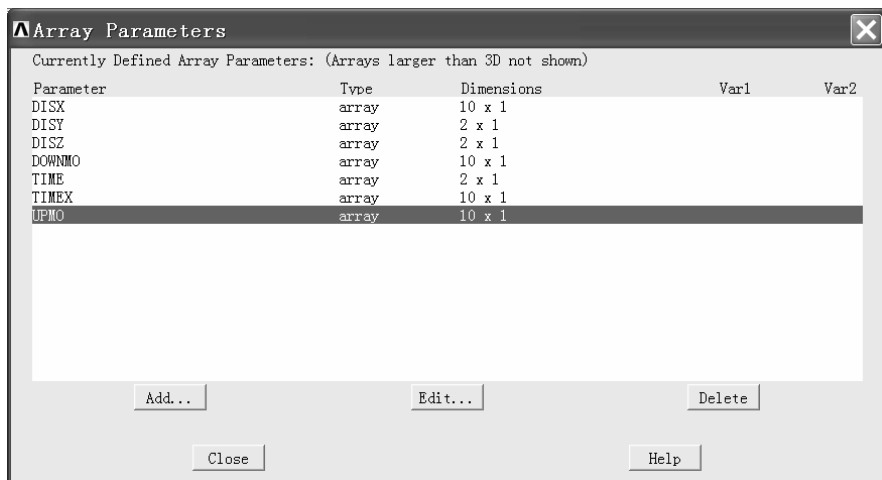
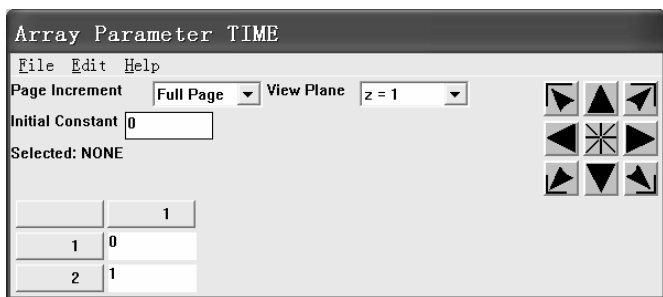

图 10-96 “Array Parameters” 窗口
图 10-97 “Array Parameter TIME” 窗口
(3) 继续在该窗口“Parameter name”后的方框中输入“DISY”（钢带四边沿 Y 方向的位移，本例中该位移被约束），然后单击“Apply”按钮。
(4) 继续在“Parameter name”后的方框中输入“DISZ”（钢带四边沿 Z 方向的位移，本例中该位移被约束），然后单击“Apply”按钮。
(5) 继续在“Parameter name”后的方框中输入“TIMEX”，在“No. of rows, cols, planes”后的第一个方框中输入“10”，然后单击“Apply”按钮。
(6) 继续在“Parameter name”后的方框中输入“DISX”（钢带四边沿 X 方向的位移），在“No. of rows, cols, planes”后的第一个方框中输入“10”，然后单击“Apply”按钮。
(7) 继续在“Parameter name”后的方框中输入“UPMO”（代表上模的位移）。在“No. of rows, cols, planes”后的第一个方框中输入“10”，然后单击“Apply”按钮。
(8) 继续在“Parameter name”后的方框中输入“DOWNMO”（代表下模的位移），在“No. of rows, cols, planes”后的第一个方框中输入“10”，然后单击“OK”按钮返回到“Array Parameters”窗口（见图 10-96）。
(9) 用鼠标左键单击“Array Parameters”窗口中的“TIME”，“TIME”背景变为蓝色，表示被选中，然后单击“Edit...”按钮，弹出“Array Parameter TIME”窗口。
(10) 如图 10-97 所示，在“Array Parameter TIME”窗口左下方的两个方框中依次填入“0”、“1”。